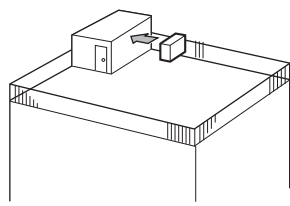

Fig. 2-3
- ① Direcção da saída de ar para a parede mais próxima a uma distância de cerca de 50 cm. (Fig. 2-3)